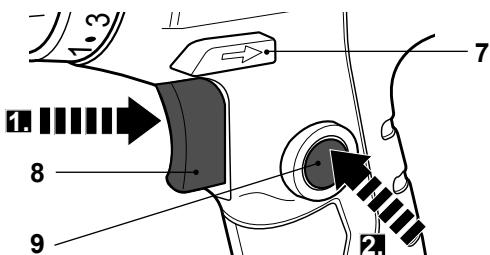

Fig. 10
1. Mettez le produit sous tension en appuyant sur l'interrupteur marche/arrêt (8) et maintenez-le en position(Fig. 10, step 1).
2. Appuyez sur le bouton de verrouillage (9) et maintenez-le en position de bloquer l'interrupteur marche/arrêt(8)(Fig. 10, step 2).
3. Relâchez le bouton de verrouillage (9) et (8) interrupteur marche/arrêt. L'interrupteur est maintenant verrouillé pour une utilisation continue.
4. Appuyez et relâchez le bouton marche/arrêt (8) pour éteindre le produit.